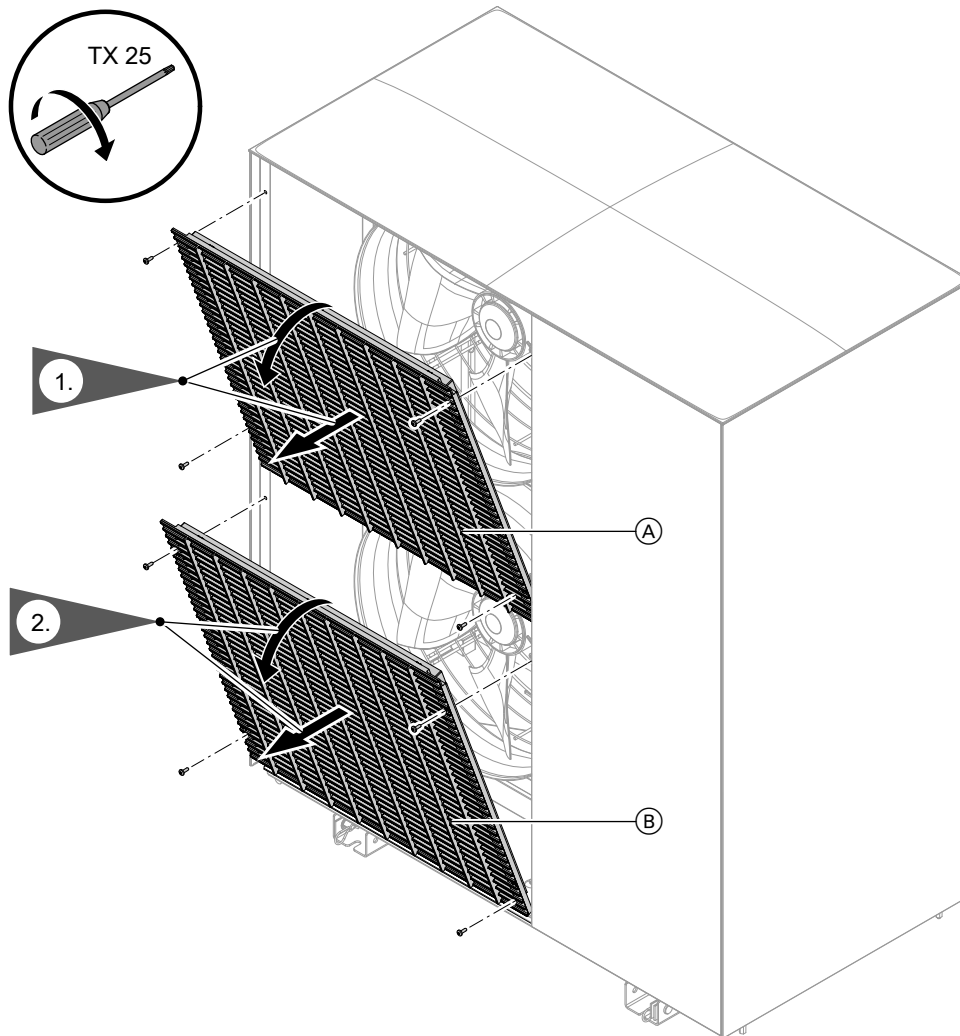

Fig. 90
2. Remove fan grille: See Fig. 90.
2. Remove fan grilles: See Fig. 90.